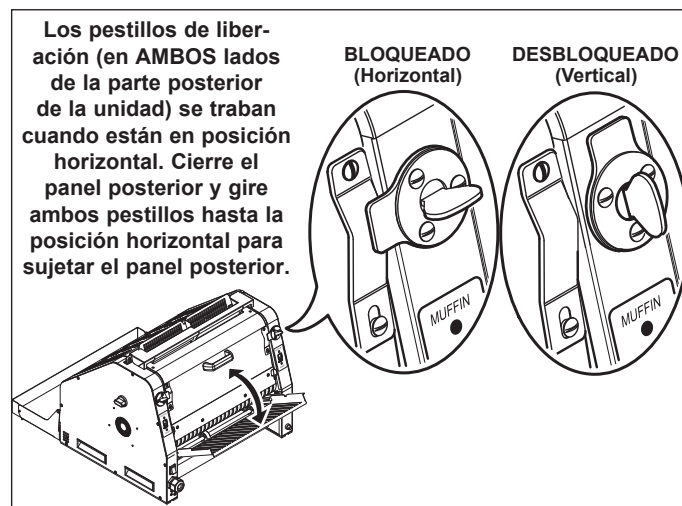

Figura 10. Pestillos de liberación del panel posterior
10. Cierre el panel posterior y trabe los pestillos de liberación del mismo (Figura 10).